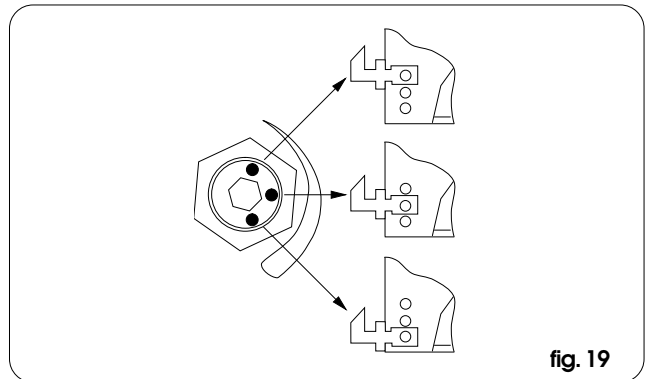

fig. 19
- al naar gelang de hoogteregeling van de deuren die verricht is, kan het nodig zijn beide haken naar een andere opening te verplaatsen (zie fig. 19 om hem vast te stellen volgens de positie van de inkeping op de stelschroef van het glijwiel).